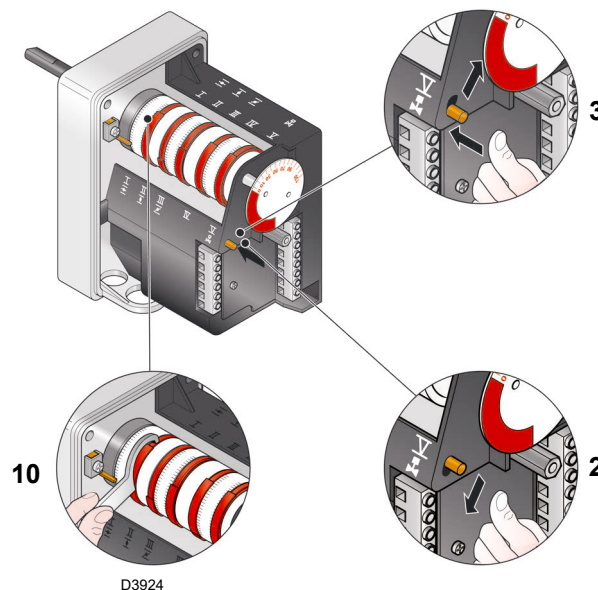
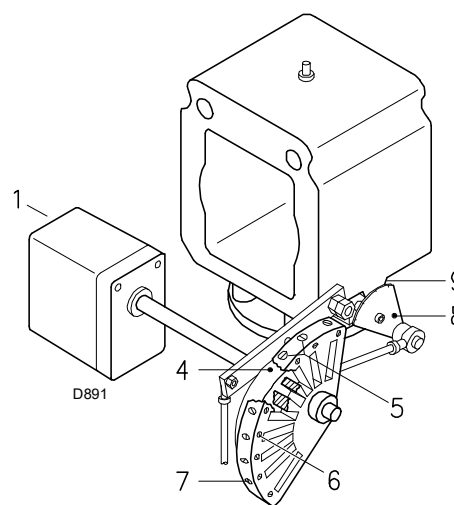

Fig. 31
Fig. 32
Varie progressivamente o perfil final do came 4)(Fig. 32 na pág. 27) atuando nos parafusos 7)(Fig. 32 na pág. 27).
- Se deseja diminuí-lo, reduza um pouco o ângulo da came III (Fig. 31) através de curtos e sucessivos deslocamentos, isto é, passando do ângulo de 65° a 63° - 61°....
- Se for necessário aumentá-la, prima um pouco o botão "aumento de potência" 2)(Fig. 30 na pág. 26) (abrir de 10-15° a borboleta do gás), aumente o ângulo da came III (Fig. 31) com curtos e sucessivos deslocamentos, isto é, passando do ângulo de 65° a 67° - 69°.... Pressione ainda o botão "diminuição de potência" até recolocar o servomotor na posição de mínima abertura e meça o caudal do gás.
Varie progressivamente o perfil final do came 4)(Fig. 32) atuando nos parafusos 5). Se possível, não rodar o primeiro parafuso: dado que é o utilizado para fechar o registo do ar completamente.
O servomotor segue a regulação da came III somente quando se reduz o ângulo da came. Se, ao contrário, for necessário aumentar o ângulo da came, deve-se primeiro aumentar o ângulo do servomotor com a tecla "aumento de potência", depois aumentar o ângulo da came III e finalmente recolocar o servomotor na posição de potência MÍN com a tecla "diminuição de potência". Para a eventual regulação da came III, especialmente para os pequenos deslocamentos, é possível utilizar a relativa chave 10)(Fig. 31).
Desligar o queimador agindo no interruptor 1)(Fig. 30 na pág. 26), posição OFF, desvincular a came 4) do servomotor, pressionando e deslocando para a direita o botão 3), e controlar diversas vezes girando manualmente a came 4)(Fig. 32) para frente e para trás, que o movimento seja leve e sem emperramentos.
Vincular novamente a came 4)(Fig. 32) ao servomotor deslocando para a esquerda o botão 2)(Fig. 31).
Terminada a regulação, fixá-la agindo sobre os parafusos 6)(Fig. 32).
Legenda (Fig. 31 - Fig. 32)